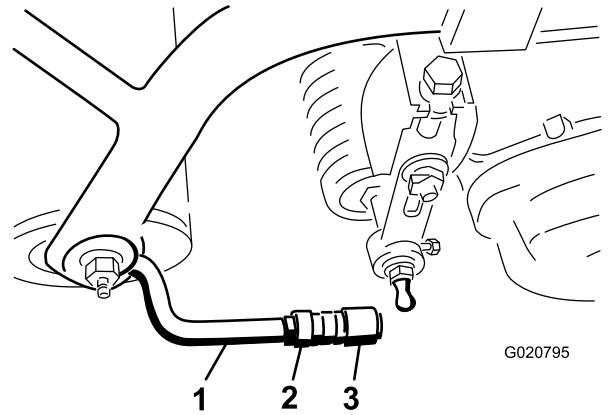

Bild 9
5. Richten Sie die Innensechskante der Kugelgelenke so aus, dass die offene Seite des Sechskants in Richtung Kugelbolzen zentriert ist. Ziehen Sie die Klemmmuttern fest, um die Innensechskante zu arretieren (**Bild 9**).